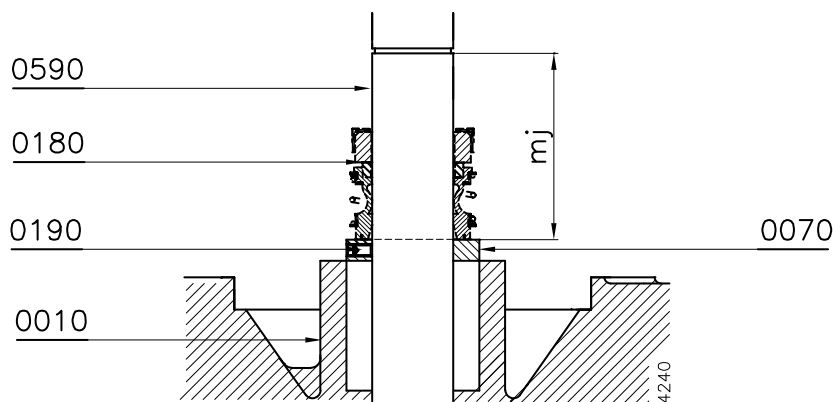

Рисунок 8: Регулировка механического уплотнения.
- 1 Разместите установочное кольцо (0070) и зафиксируйте его при помощи регулировочного винта (0190) (для MCV20: (0210)). Правильное значение расстояние **m_j** указано в приведенной ниже таблице и на рисунок 8